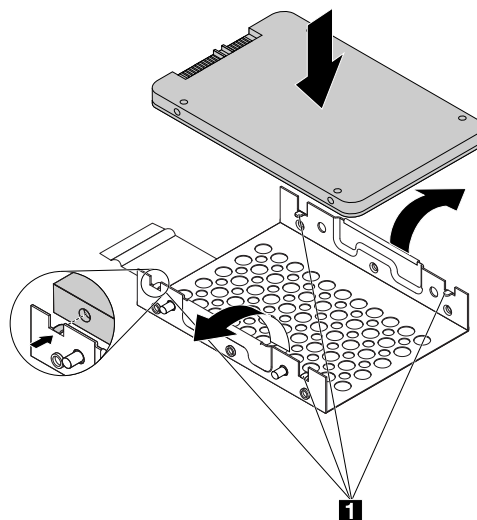

Figure 112. Installation de l'unité de stockage dans le support métallique du convertisseur
5. Installez la nouvelle unité de stockage dans le convertisseur. Voir Figure 112 « Installation de l'unité de stockage dans le support métallique du convertisseur » à la page 118.